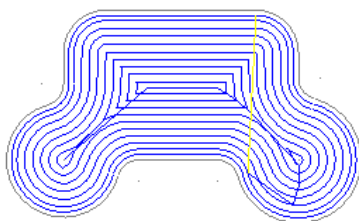

图 9.3.12 “等距环切”选项
- ☒ **等距环切**选项：该选项表示根据剩余的部分重新计算出新的剩余部分，直到加工完成，刀具路线如图 9.3.12 所示，此种加工方法的切削范围比“平行环切”方法的切削范围大，比较适合加工规则的单型腔，加工后型腔的底部和侧壁的质量较好。